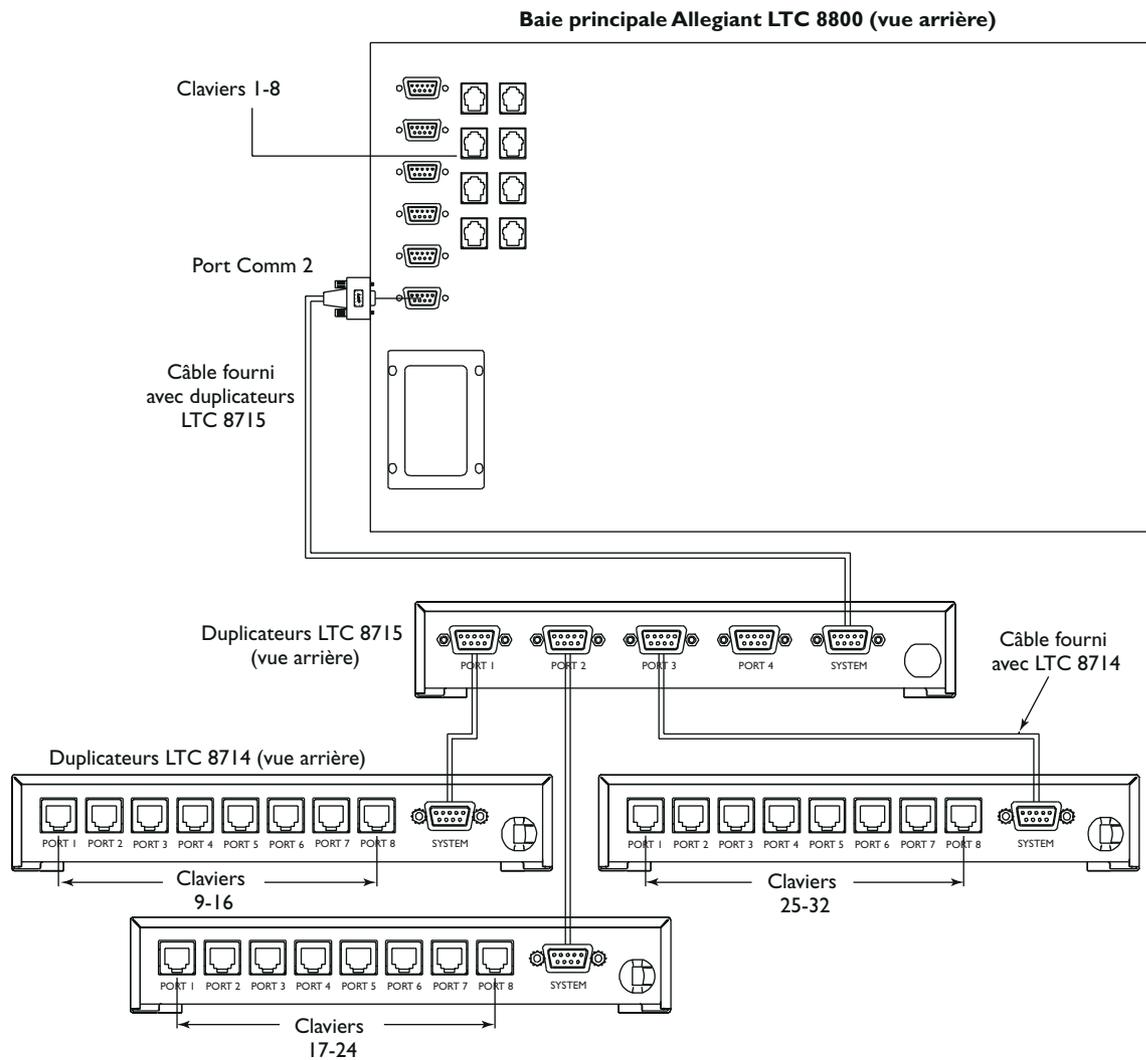

Figure 10 Exemple d'application de dupicateur de port de clavier LTC 8714 et de dupicateur LTC 8715
- Pour réaliser une extension à plus de huit claviers, il faut utiliser un appareil LTC 8715 associé à un LTC 8714. Le nombre de claviers distants peut être porté à 120 en utilisant plusieurs LTC 8715. Remarque : le nombre maximal de claviers peut être limité par le système Allegiant. Voir la FIGURE 10.